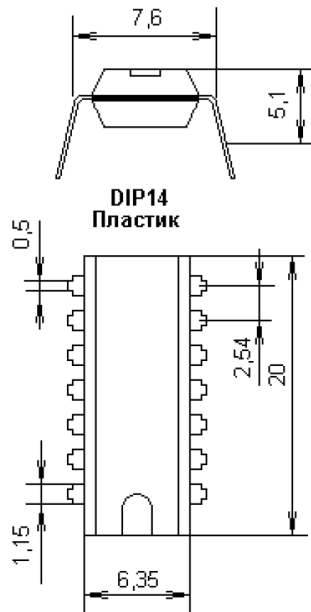

Рис. 3.1
1) Створіть посадкове місце для мікросхеми K561ЛЕ5, яке являє собою інформацію про розміщення та параметри отворів для встановлення мікросхеми на плату 3 класу точності, а також позачення контурів корпусу. Корпус мікросхеми зображений на Рис. 3.1.